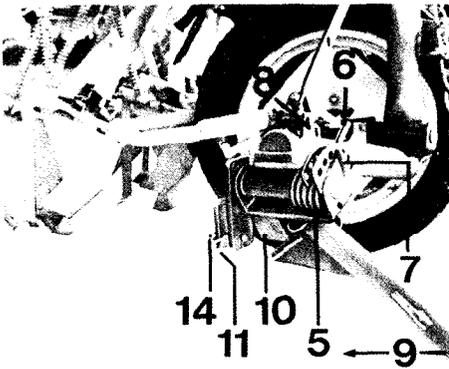
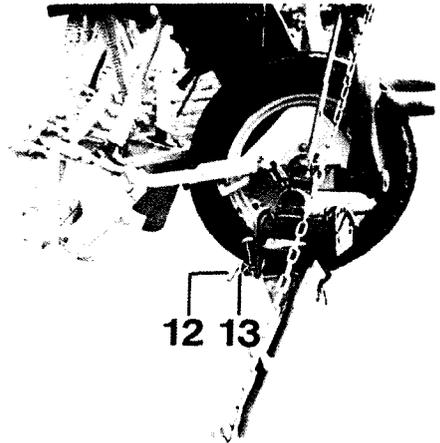

Abb. 40 D 4-25/30/40
Abb. 41 D 4-25/30/40
- d) Feder (Abb. 40/5) spannen, indem das Federende (Abb. 40/6) in Pfeilrichtung gedrückt und durch Bolzen (Abb. 40/7) mit Federvorstecker (Abb. 40/8) gesichert wird. Der Federdruck vergrößert sich in Pfeilrichtung und ist den jeweiligen Bodenverhältnissen anzupassen.
- e) Spuranreißerrohr (Abb. 40/9) in Pfeilrichtung schwenken. Dadurch bewegt sich Teil 10 (Abb. 40) nach vorn. Federvorstecker (Abb. 40/11) herausziehen; Bolzen (Abb. 41/12) hineinschieben und mit Federvorstecker (Abb. 41/13) sichern, indem er durch die 2. hintere Bohrung (Abb. 40/14) gesteckt wird.